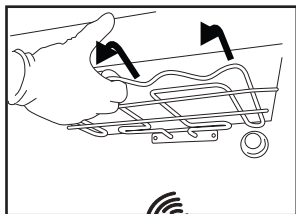
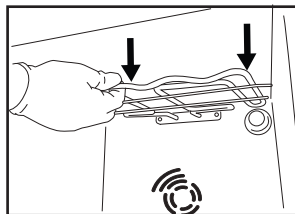

Fig. 1
Fig. 2
2. Tirez légèrement l'élément chauffant (Fig. 1) et abaissez-le (Fig. 2).